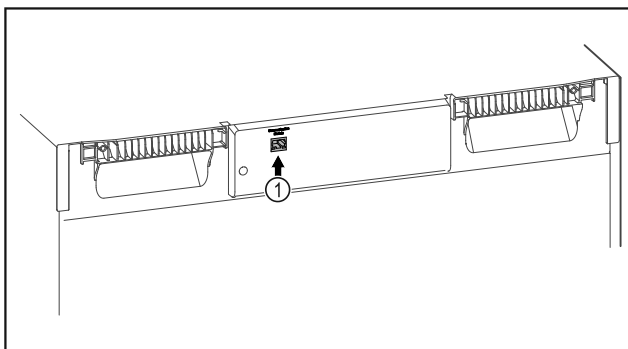

Fig. 98
- SmartModule Fig. 98 (1) se rabi.